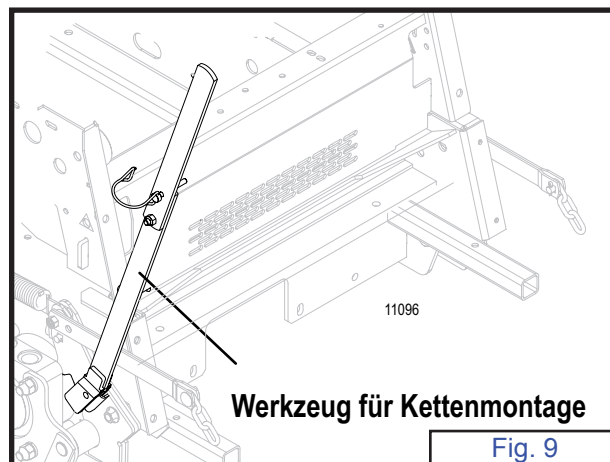

Fig. 9
- Für 700er und 900er Traktoren siehe Fig. 9 und befolgen Sie folgende Schritte: